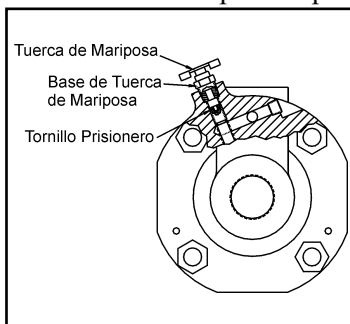

Figura 5
- Desatornille y remueva la tuerca de mariposa de su base en la válvula de vaivén en la parte superior de el secador (vea la figura 5).